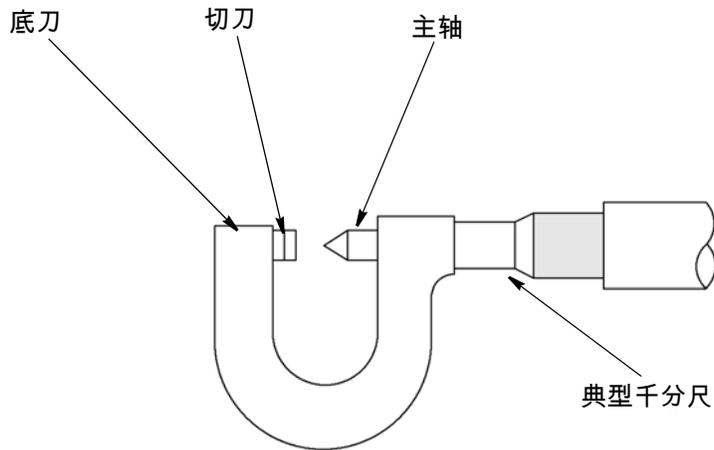
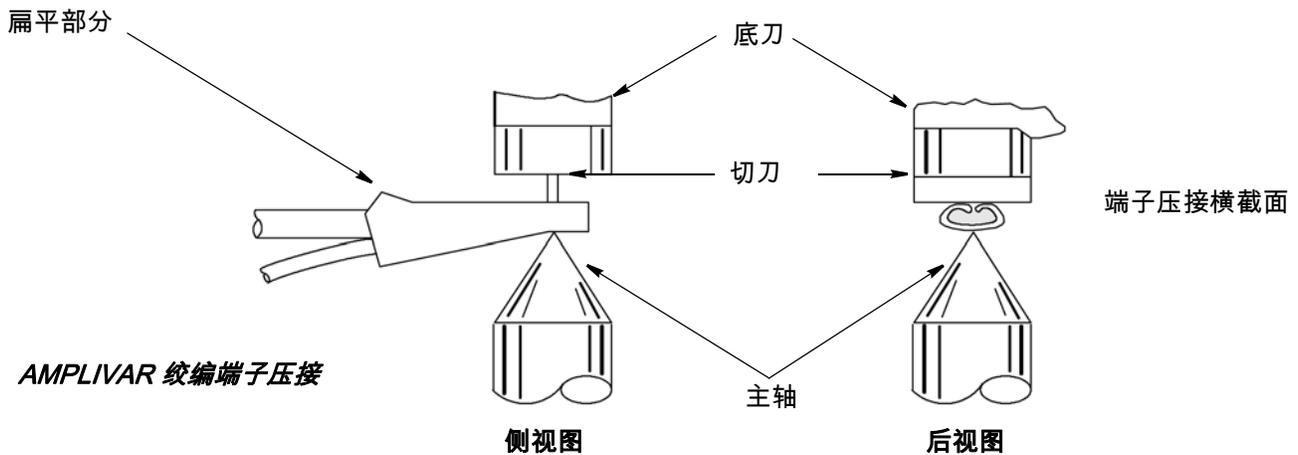

图 18
图 19
2. 使用图 18 所示的压接高度千分尺测量端接的压接高度（如图 19 所示）。压接高度必须在针对所用端子类型和线径规定的测量值 $\pm 0.08 \text{ mm}$ [0.003 in.] 以内。您可以从 TE 现场服务代表处获得相应的测量值。